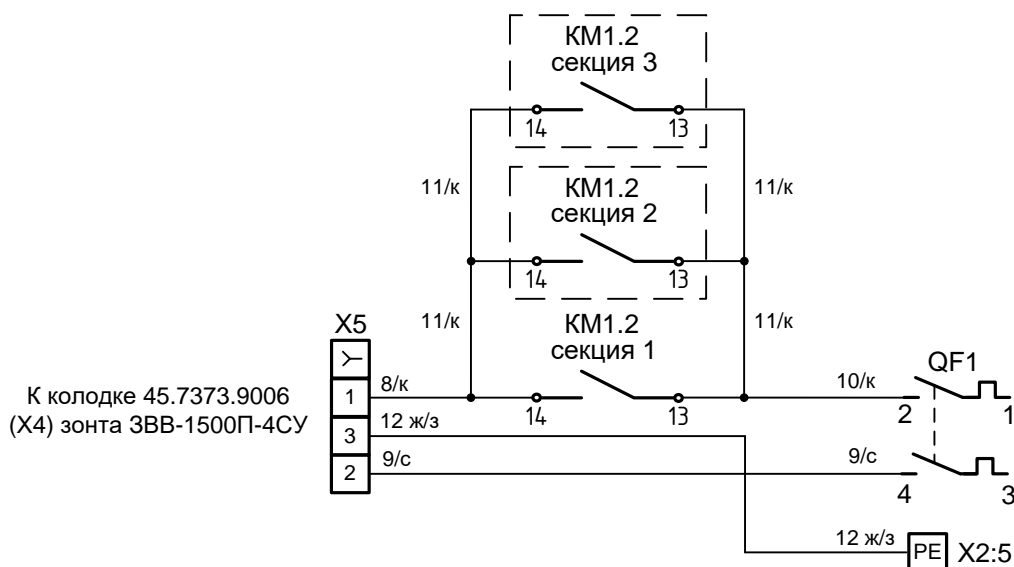

Рис.2 Схема подключения зонта ЗВВ-1500П-3СУ к верхней секции шкафа ЭСП 3EN-Super
- провод поз. 8/к подключить: один конец с наконечником гильза к контактору КМ1:14 верхней секции шкафа, а другой конец с наконечником SF2DK (Фз) - к колодке 45.7373.9005 из комплекта согласно рис. 2;
- провод поз. 10/к подключить: один конец к автоматическому выключателю QF1:2, а другой конец - к контактору КМ1:13 верхней секции шкафа согласно рис. 2;
- провод поз. 9/с подключить: один конец с наконечником гильза к автоматическому выключателю QF1:4 верхней секции шкафа, а другой конец с наконечником SF2DK (Фз) - к колодке 45.7373.9005 из комплекта согласно рис. 2;
- провод поз. 12/ж-з подключить: один конец с наконечником гильза к клемме Wago X2:5 верхней секции шкафа, а другой конец с наконечником SF2DK (Фз) - к колодке 45.7373.9005 из комплекта согласно рис. 2;
- провод поз. 11/к подключить: один конец к контактору КМ1:13 верхней секции шкафа, а другой конец к контактору КМ1:13 средней секции шкафа согласно рис. 2;
- провод поз. 11/к подключить: один конец к контактору КМ1:14 верхней секции шкафа, а другой конец к контактору КМ1:14 средней секции шкафа согласно рис. 2;
- провод поз. 11/к подключить: один конец к контактору КМ1:13 средней секции шкафа, а другой конец к контактору КМ1:13 нижней секции шкафа согласно рис. 2;
- провод поз. 11/к подключить: один конец к контактору КМ1:14 средней секции шкафа, а другой конец к контактору КМ1:14 нижней секции шкафа согласно рис. 2;